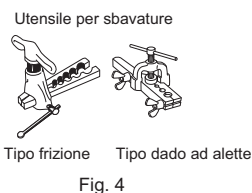

Fig. 4
- Inserire completamente il tubo di scarico nella bacinella di scarico sul lato posteriore destro dell'unità interna. (Fig. 4)
- Inserire il tubo di scarico nella manica foro muro (C) e agganciare la parte superiore dell'unità interna alla piastra di installazione (1). Quindi, spostare completamente l'unità interna sulla sinistra in modo da facilitare il posizionamento della tubazione nello spazio sul retro dell'unità.
- 4) Svasatura (Fig. 4, 5). Tenere saldamente il tubo in rame delle dimensioni indicate nella tabella. Selezionare i mm di A dalla tabella in base allo strumento utilizzato.